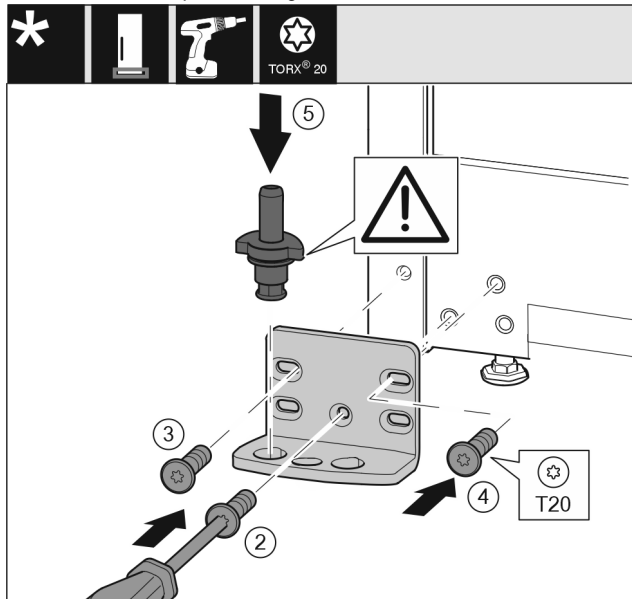

Fig. 19
- ▶ Applicare il blocco di supporto sull'altro lato e avvitarlo con l'aiuto di un cacciavite. Iniziare dalla vite Fig. 19 (2) in basso al centro.
- ▶ Stringere la vite Fig. 19 (3) e la vite Fig. 19 (4).
- ▶ Inserire completamente i perni di supporto Fig. 19 (5). Facendo ciò assicurarsi che la camma di arresto sia rivolta all'indietro.